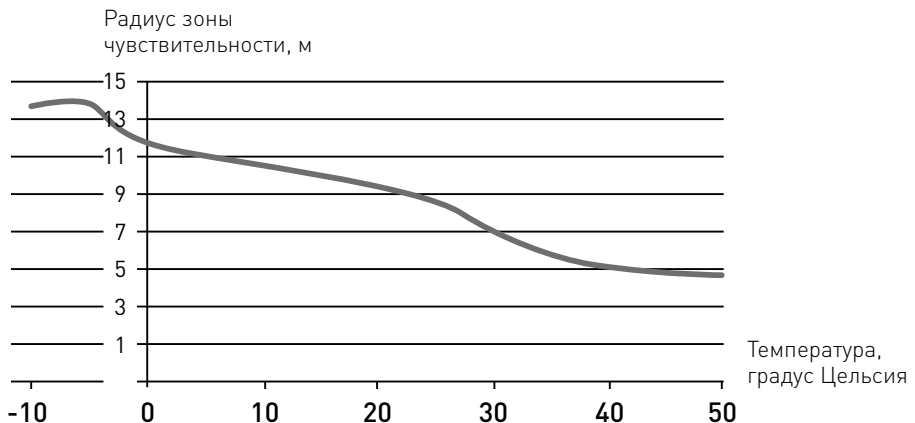

Рис. 1. График зависимости радиуса зоны чувствительности от температуры.
* - Радиус зоны чувствительности указан для температуры окружающей среды < 24 градуса Цельсия. При монтаже и настройке датчика необходимо помнить, что этот параметр зависит от температуры. Характер зависимости показан на рис. 1.